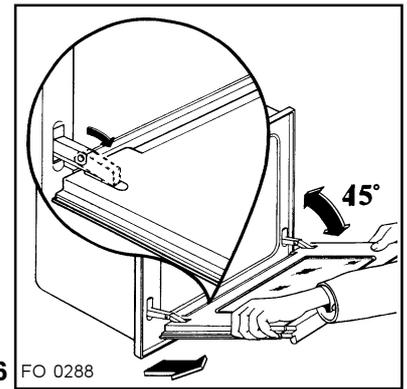

Fig. 6 FO 0288
- d) prenez la porte à deux mains (jamais par la poignée) et dégagez les charnières en soulevant légèrement la porte (fig. 6);